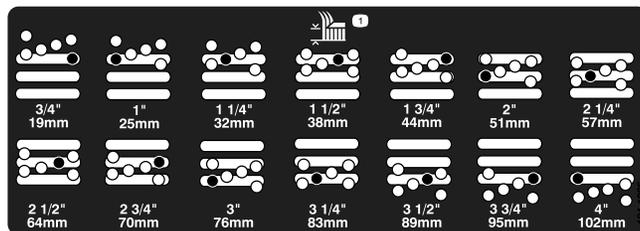

Figura 8
5. Spostate l'alloggiamento all'altezza di taglio opportuna e montate il distanziale nel foro e nella scanalatura dell'altezza di taglio prescelta (Figura 8).